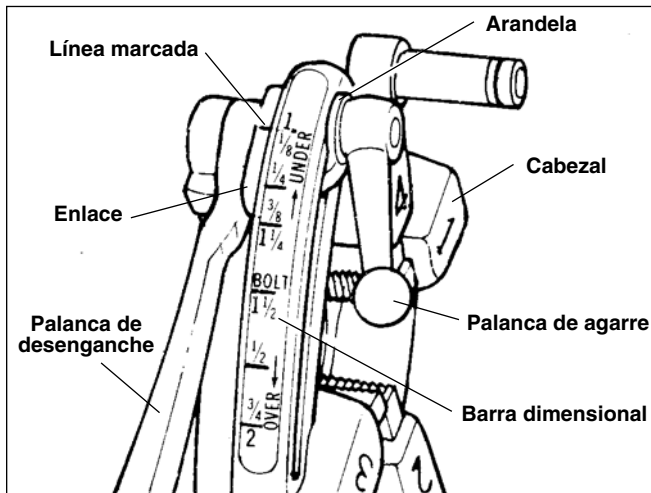

Figura 8 – Cabezal de Terrajas Universal de Apertura Rápida
6. Cabezal de terrajas de Apertura Rápida No. 811A (*Figura 8*) – Cuando se haya completado la rosca, gire la palanca de desenganche a la posición de OPEN (abierta) para retraer las terrajas.
El Cabezal de terrajas Universal No. 811A (*Figura 8*) para roscas a mano derecha necesita cuatro juegos de terrajas para roscar tubería desde  $\frac{1}{8}$  hasta 2 pulgadas. Se precisa un juego de terrajas para cada uno de los siguientes tamaños: ( $\frac{1}{8}$  pulg), ( $\frac{1}{4}$  y  $\frac{3}{8}$  pulg), ( $\frac{1}{2}$  y  $\frac{3}{4}$  pulg) y (1 a 2 pulgs). Para roscar pernos se necesita un juego distinto de terrajas para cada tamaño de perno. No se encuentran disponibles terrajas para cabezales universales a mano izquierda.